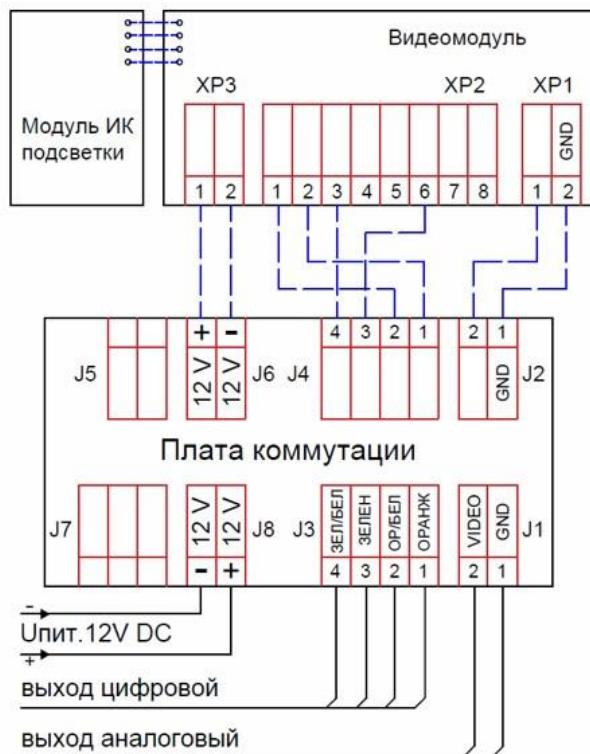
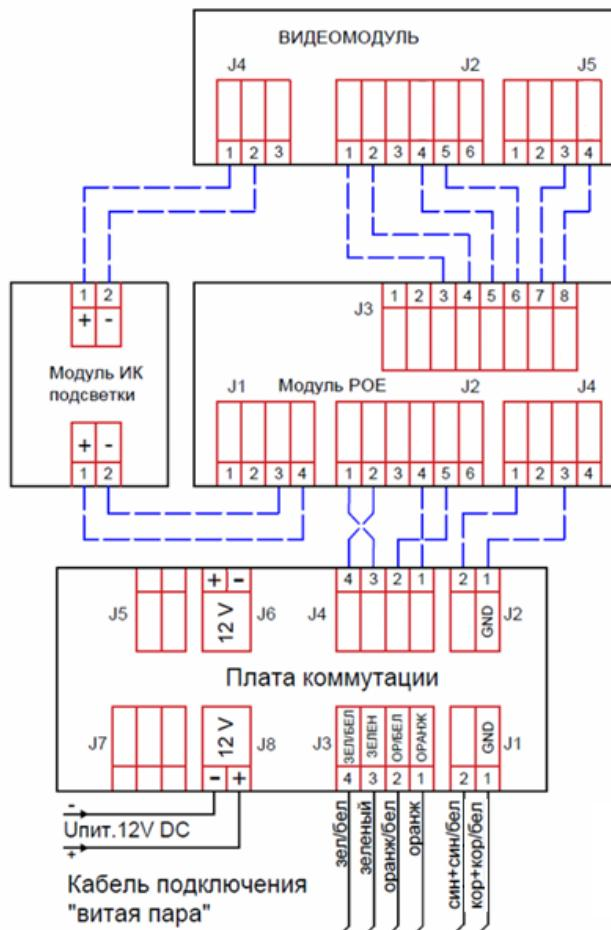
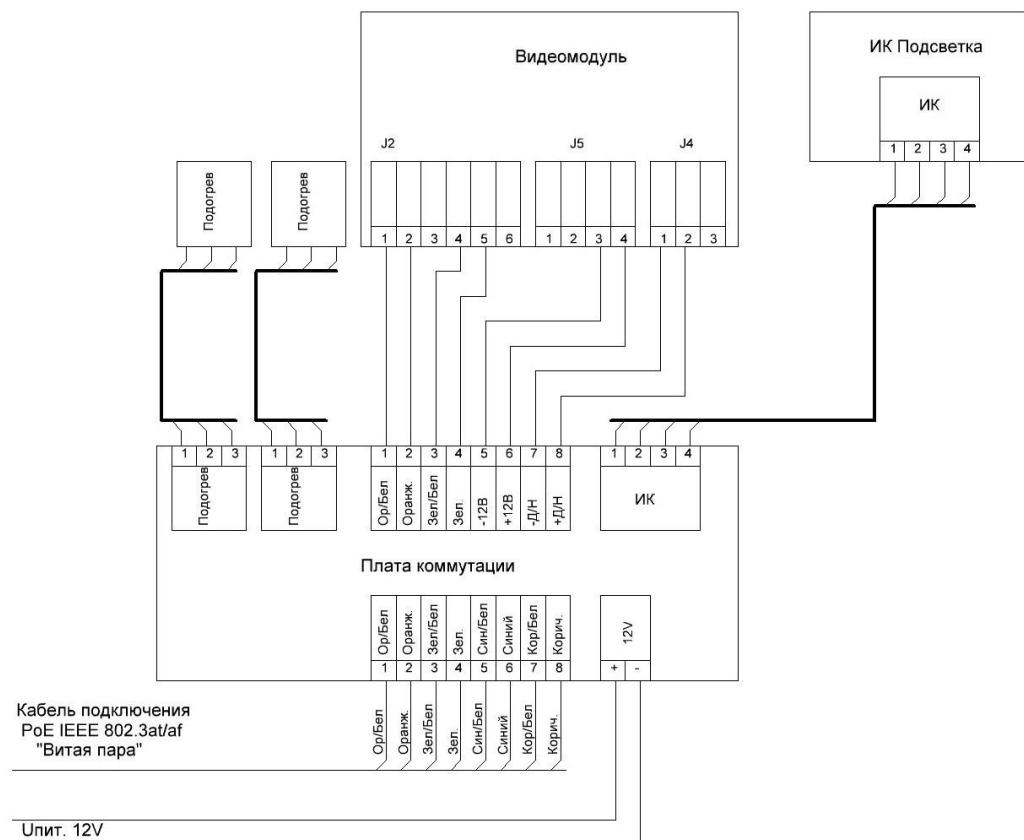

Рисунок 4.3 – Схема подключения камеры с питанием 12 В
Рисунок 4.4 – Схема подключения камеры с питанием по PoE или 12 В (без подогрева)
Рисунок 4.5 – Схема подключения камеры с питанием по PoE
4. Через кабельные вводы заведите питающий и сигнальный кабели, подключите к плате коммутации, согласно схеме подключений (Рисунок 4.3, Рисунок 4.4, Рисунок 4.5). По умолчанию видеокамера подключается с питанием по PoE на разъёмы J1 и J3 «Платы коммутации». При необходимости подключения питания 12 В необходимо к клемме J6 «Платы коммутации» подключить подписанные заизолированные провода (красный – «+» и чёрный – «-»), идущие от платы «Модуль PoE».
7. Установите термокожух на кронштейн (6) и зафиксируйте при помощи болта.